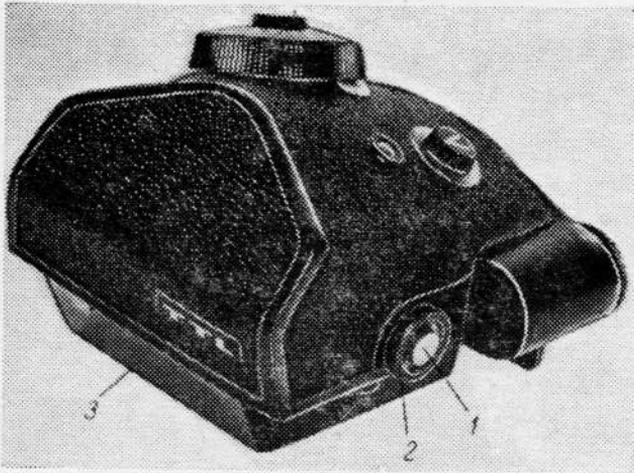

Рис. 1. Общий вид визира призмного TTL
Повернуть втулку 2 (рис. 1) по часовой стрелке до совмещения красных точек. Нажать на кнопку 1 и снять крышку 3.
7.2. Установить предохранительную крышку 3 (рис. 1) призмы на основание визира под прижимы и зафиксировать втулкой 2, повернув ее против часовой стрелки до упора.